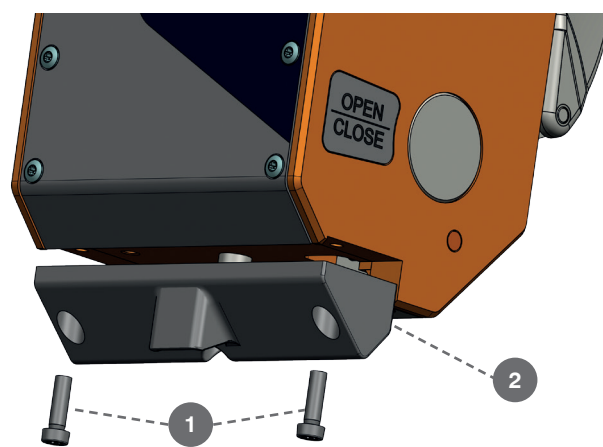

Figure 20
Pour remplacer la contre-pièce du linguet de sécurité, enlevez les deux vis ① avec une clé Torx (taille TX 30) et extrayez la contre-pièce ② (figure 20). Pour le réassemblage, procédez dans l'ordre inverse. Pour les vis, utilisez un peu de frein filet résistance moyenne (par exemple : Loctite de type 243). Contrôlez ensuite si le linguet de sécurité repose correctement dans le logement de la contre-pièce lorsque le crochet pivotant est fermé.
L'adaptateur multiple est équipé d'un fusible fin 10 A (à action retardée) qu'il est facile de remplacer soi-même. Débranchez l'adaptateur multiple de la prise réseau. Le porte-fusible se trouve sur le côté, à côté du connecteur (figure 20, en rouge). Avec un tournevis plat, faites tourner le porte-fusible de 90° et sortez-le prudemment. Remplacez le fusible et remettez le porte-fusible en place.